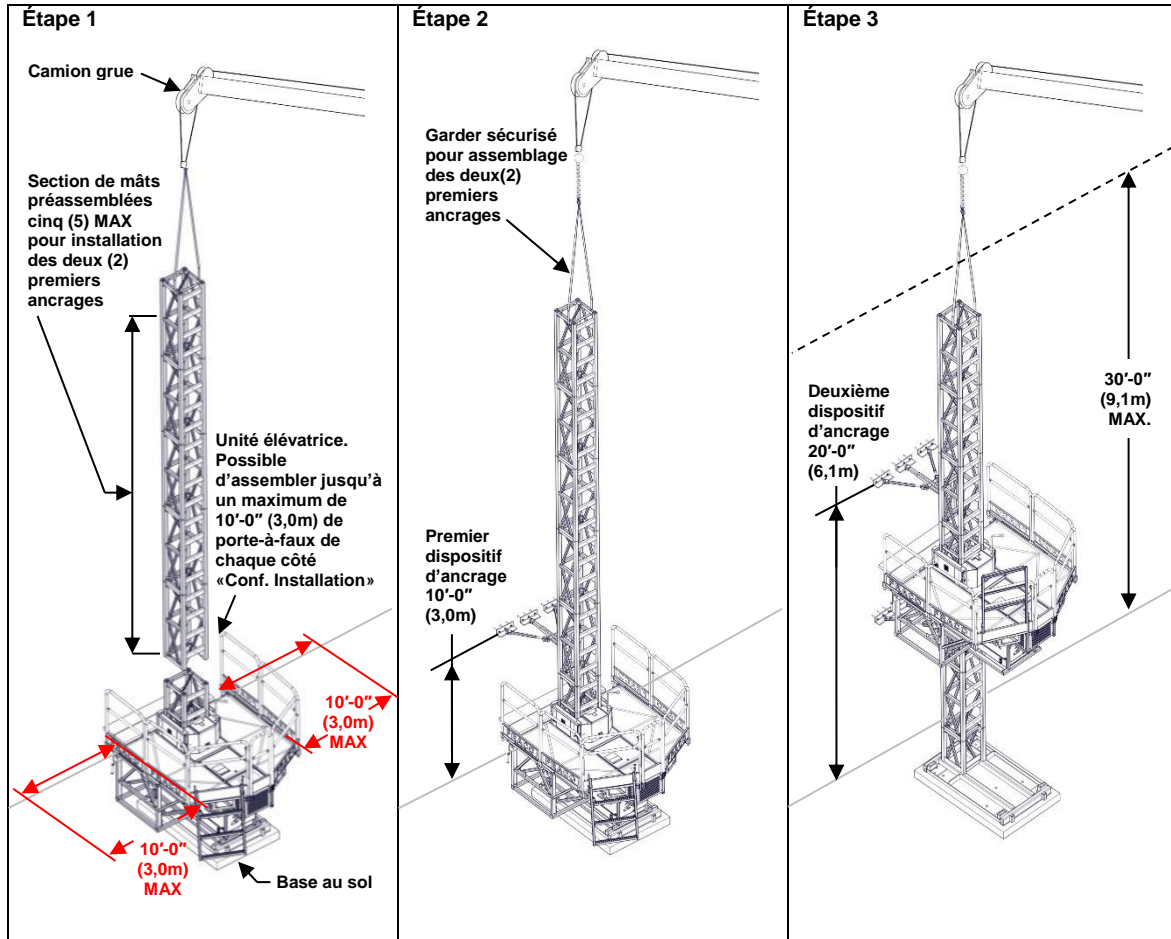

Figure 75 – Installation mâts et ancrages, base au sol
- Déboulonnez et retirez les sections de mâts à l'aide d'un équipement de levage indépendant (grue, camion-grue ou chariot élévateur) en suivant les mêmes directives qu'à l'installation (voir Figure 75). Désassemblez jusqu'à 40'-0" (12,2m) [huit (8) sections de mât] **MAXIMUM** à la fois pour tous les ancrages au-dessus des deux (2) premiers.